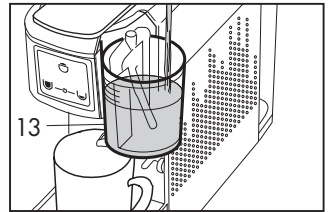
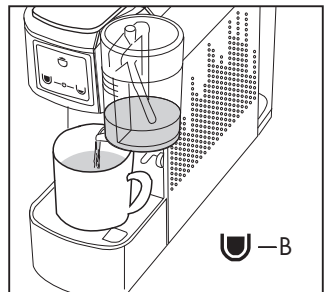

Abb. 22
Abb. 23
- Nehmen Sie den Deckel des Milchbechers (13) ab und füllen Sie ihn mit Milch auf. Überschreiten Sie dabei nicht die Füllstandmarkierung (wir empfehlen eine Menge von 90 cc Milch). **(Abb. 22)**
- Schließen Sie den Milchbecher (13) mit dem Deckel. Wenn der Deckel nicht geschlossen wird, kann das Gerät nicht funktionieren.
- Drücken Sie die Taste (B) ; der Milchschaum tritt heraus. **(Abb. 23)**
- Den Becher (13) mit der gewünschten Milchmenge füllen und die Taste (B)  drücken und gedrückt halten, um die Abgabe der warmen Milch zu regeln. Lassen Sie dann die Taste los wenn die gewünschte Menge erreicht worden ist. Das Gerät speichert die Zeit für die nachfolgenden Zubereitungen **(Abb. 22)**